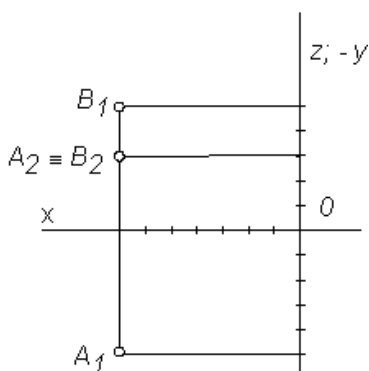

Рис. 3
6. Определить координаты точек и их взаимное положение в пространстве (рис. 3, 4)